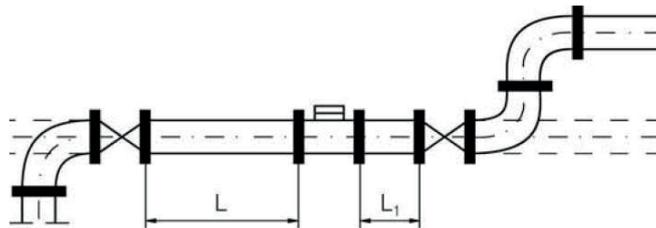

Fig. 1 Installazione del sensore di flusso al contatore di calore
- 6.6** Il cavo nel punto dell'installazione deve essere progettato per evitare la formazione di sacche d'aria all'interno del sensore di flusso. Il trasmettitore deve essere completamente riempito d'acqua. In questo modo, il livello dell'acqua nella tubazione a monte del trasmettitore non potrà abbassarsi (**Fig. 1**).